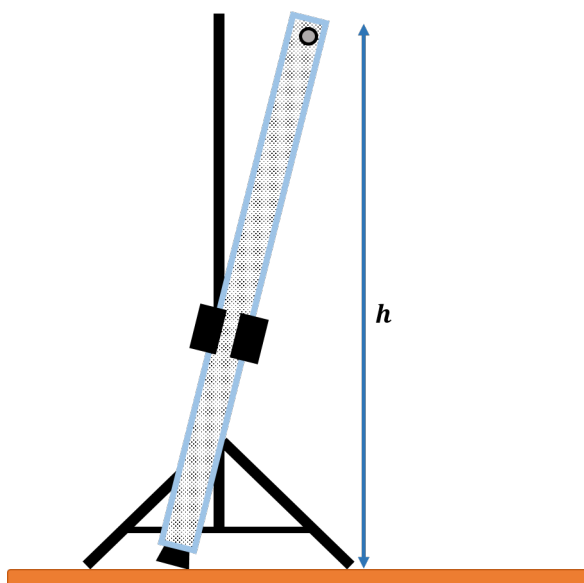

Рис. 1. Расположение трубки
1. Закрепите трубку в лапке штатива так, чтобы на Рис.1 $h = (100.0 \pm 0.5)$ см. Замечим, что трубка в таком положении должна быть немного наклонена относительно вертикали.